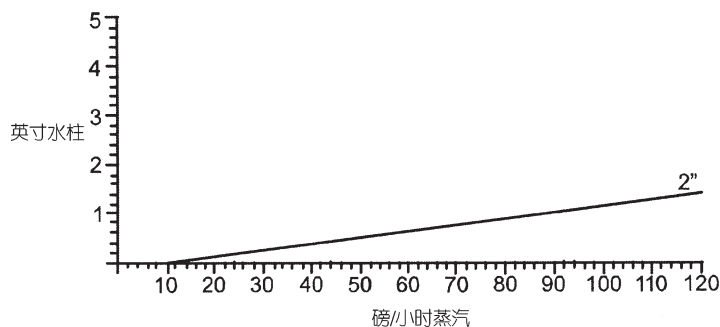

图 9-3
- 5.注意:对于以去离子水或反渗透水为水源产生的蒸汽,要求使用 2 英寸带保温层的不锈钢管代替铜管。如有问题,请与工厂联系。使用 2 英寸(5 厘米)带保温层的铜管和供货的软管套箍把布汽管接到“清洁加湿”水箱上。“清洁加湿”系统中不应使用现场提供的橡胶类管材作为蒸汽布汽管。接管应向加湿器倾斜,坡度为 1 : 12。蒸汽管应无积存凝结水的弯折和凹陷。这样,凝结水可在自身重力作用下排出。从水箱到布汽管的最长距离为 12 米等效管长。避免过多使用弯头或 45° 改变流动方向的弯管。不能向水箱自流排水的每 6 米横管或竖直管底部应安装“P”形水封(详见图 9-3)。